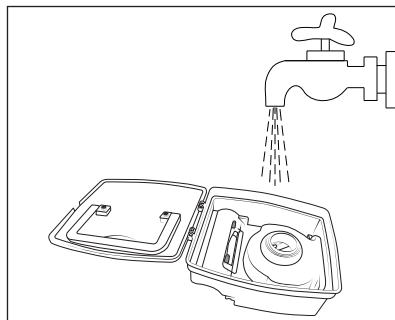

Fig. 10
- 5) Curățați recipientul de praf **12** cu apă rece sau călduță (a se vedea fig. 10). Lăsați recipientul de praf **12** să se usuce complet prin aerisire înainte de a-l reintroduce în aparat.